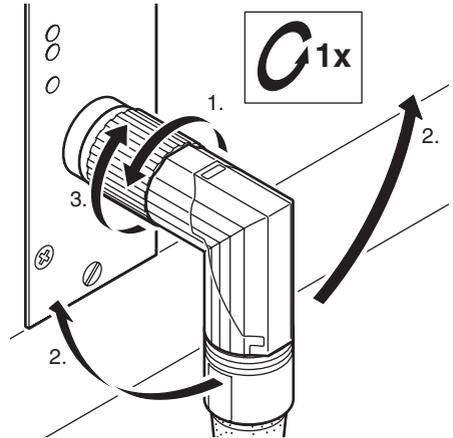

Abb. 17: Einstellung Leitungsabgang
5. Stellen Sie den Leitungsabgang am Winkelstecker ein, um ihn z.B. an Ihre Handhabung anzupassen. Verfahren Sie gemäß Abb. 17 auf Seite 41.
- Abb. 17, „1.“: Lösen Sie den Stecker der Anschlussleitung vom Rexroth-Schraubsystem (1 Umdrehung).
- Abb. 17, „2.“: Ändern Sie den Drehwinkel.
- Abb. 17, „3.“: Verschrauben Sie den Stecker der Anschlussleitung mit dem Rexroth-Schraubsystem.